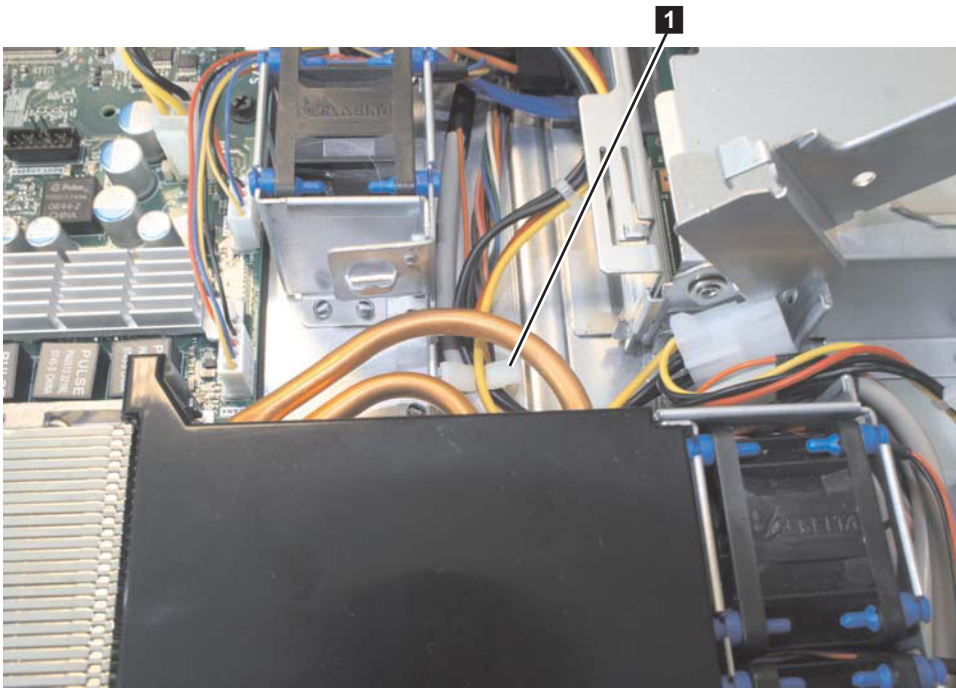

図 159. SAN ボリューム・コントローラー 2145-8A4 電源機構ケーブルの保持クリップ
6. P5 コネクターの付いた電源機構ケーブルを CD/DVD インターフェイス・カードに配線し、図 159 に示すように、シャーシ上の保持クリップ **1** の下に固定します。